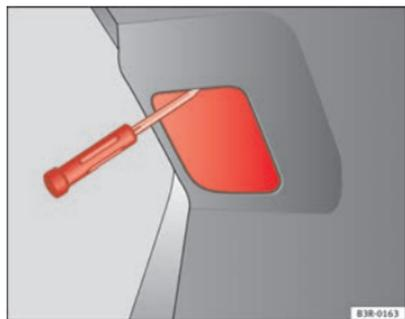

Fig. 219 Retirar a cobertura da porta do porta-bagagens
- Introduza a chave de parafusos na ranhura a partir de cima ⇒ fig. 219 e extraia a cobertura fazendo alavanca.